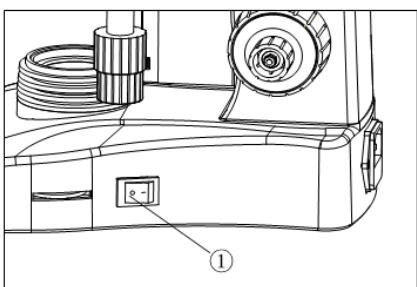

Fig.8
2.2.5 Conexión del cable de alimentación (Fig.8, 9,10)
2.2.6 Reemplazo del fusible (Fig. 8, 9, 10)